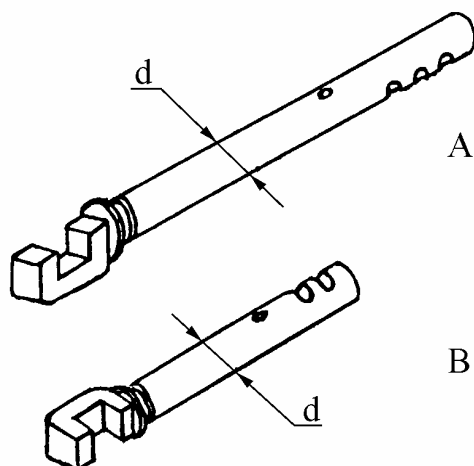

Рис.37. Штоки:
4.19 ШТОК ВКЛЮЧЕНИЯ ПЕРЕДАЧ 2121-1803024, ШТОК ВКЛЮЧЕНИЯ БЛОКИРОВКИ ДИФФЕРЕНЦИАЛА 2121-1803030 (рис.37).